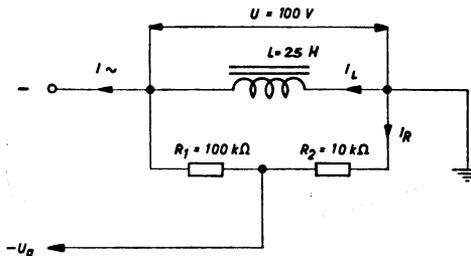

Fig. 40
40. Die Gittervorspannung einer Röhre wird halbautomatisch nach Fig. 40 erzeugt. Die Wechselstromkomponente des gleichgerichteten Stromes hat eine Frequenz von 100 Hz und ihre Spannung an der Spule beträgt 20% des Gleichstromspannungsabfalles von 100 V (ohmscher Spulenwiderstand vernachlässigbar). Berechne: a) Ströme I_L und I_R . b) Gesamtwechselstrom I_{\sim} . c) Phasenverschiebung zwischen dem Wechselstrom I_{\sim} und der Wechselspannung an der Spule. d) Die Gittervorspannung U_g .